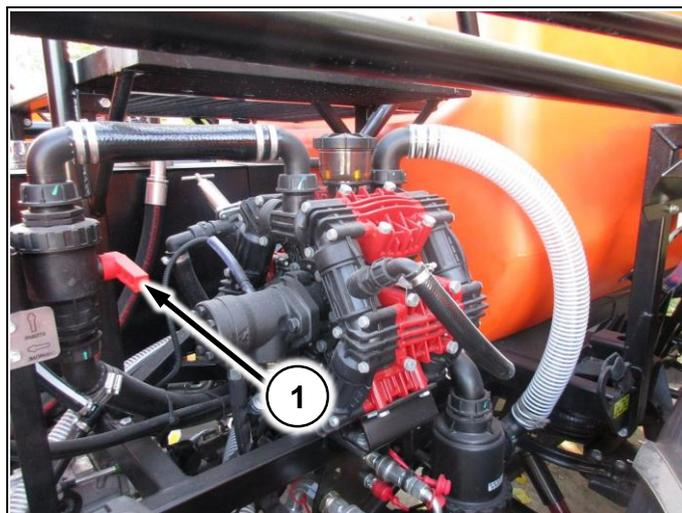

Рис. 137
1. Переведите кран (Рис. 137/1) в положение закрыт;